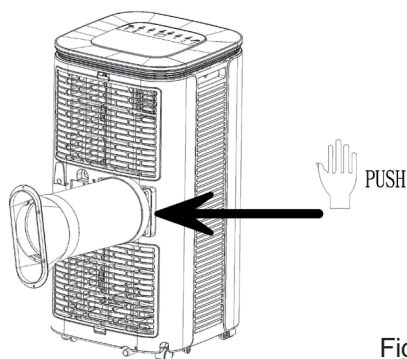

Figure1
1.1 Installer le tuyau d'évacuation de chaleur assemblé (voir Fig.1)
- 2) Insérez tuyau d'évacuation de chaleur (l'extrémité du joint du tuyau d'évacuation) dans la fente d'aération du panneau arrière (vissez en tournant vers la gauche) et finissez l'assemblage (voir Figure 1).